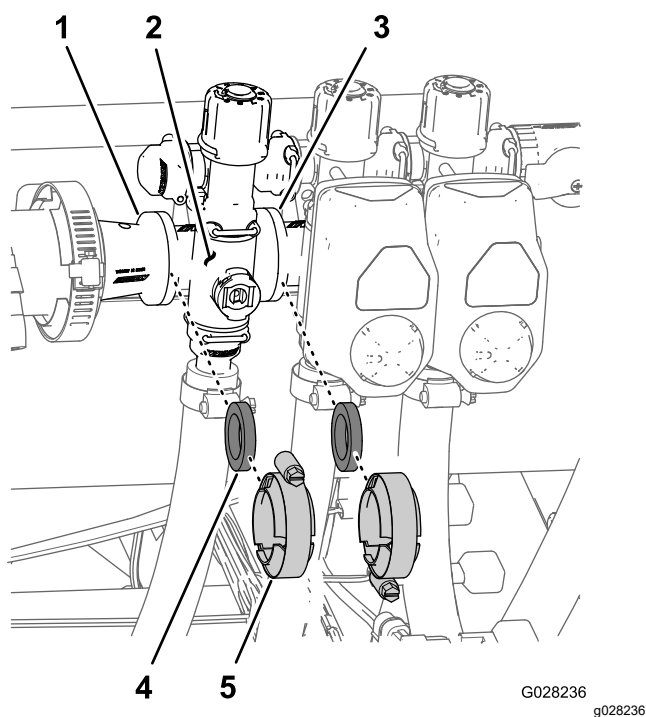

Рисунок 74
1. Снимите хомуты и прокладки, которые крепят коллектор клапана секции (Рисунок 74) к примыкающему клапану секции (если это левый клапан секции, а также переходная муфта).